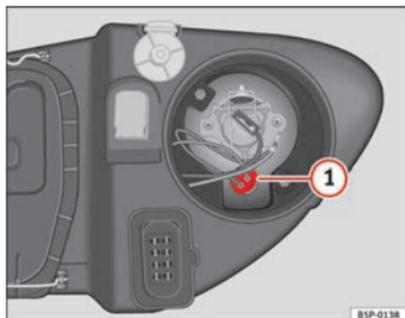

Fig. 195 Luz de presença
- Extrair o porta-lâmpadas ⇒ Fig. 195 **1** para fora.